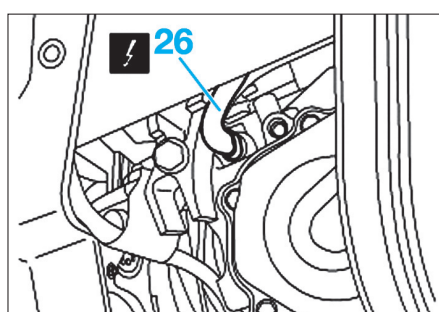

Fig. 56
- Débrancher l'interrupteur (26) des feux de recul (Fig.56).